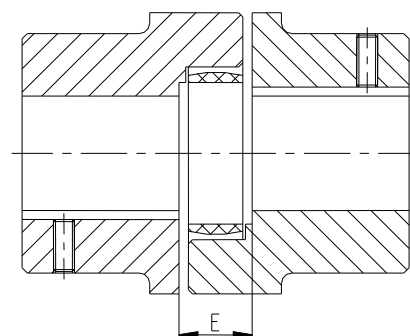

Figura 11: Montarea cuplajului
- Deplasați agregatele în direcție axială, până se obține dimensiunea E (vezi figura 11).